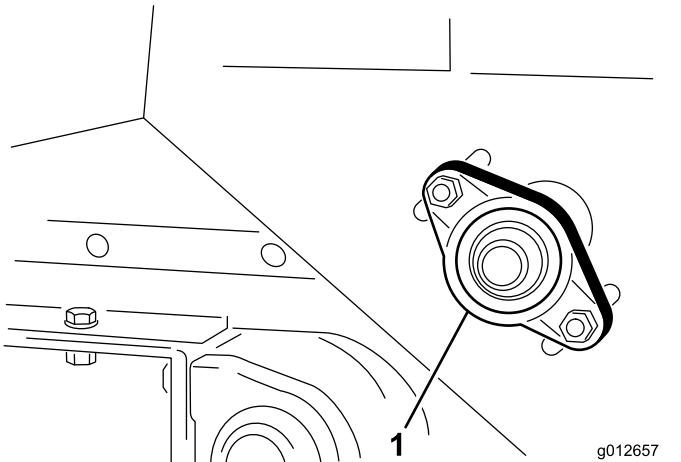

Figure 37
1. Desserrez les écrous qui fixent le logement de roulement (Figure 37) sur le côté droit de la machine.